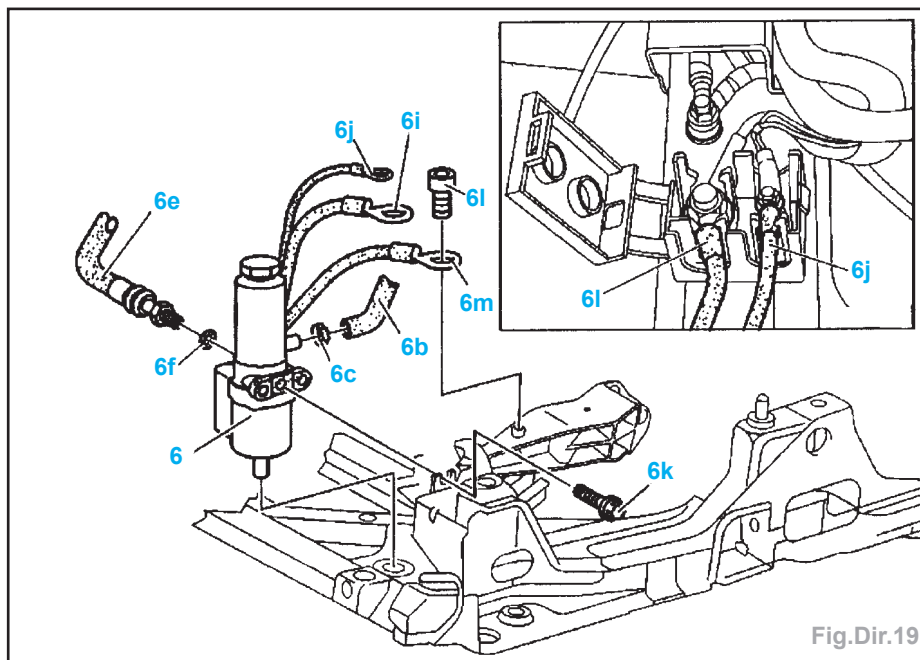

Fig.Dir.19
- Déposer (Fig.Dir.19) :
- la pompe (6) du berceau.